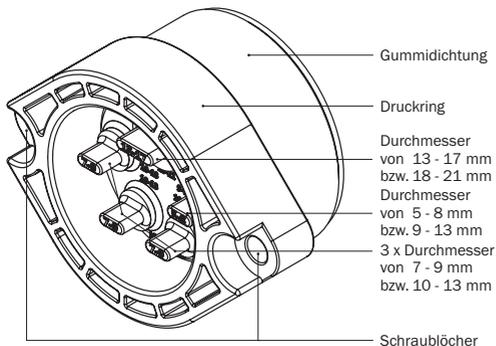

Abbildung 10.1: **KRASO® BKP - Boden - Dichteinsatz - Telekommunikation** - Blindstopfen mit Durchmessern
- Entfernen Sie die Blindstopfen des **KRASO® BKP - Boden - Dichteinsatzes - Telekommunikation** - entsprechend der ermittelten Durchmesser (s. Abbildung 10.1).